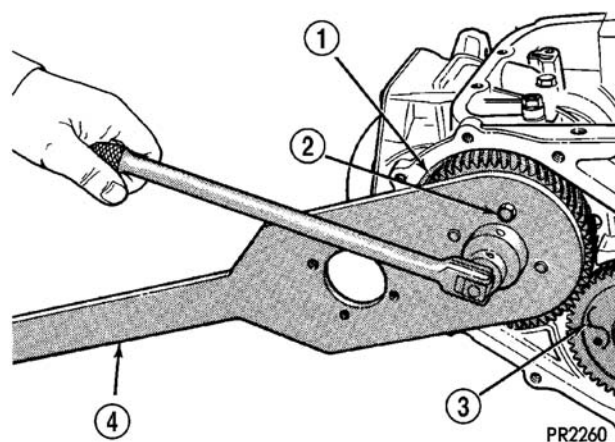
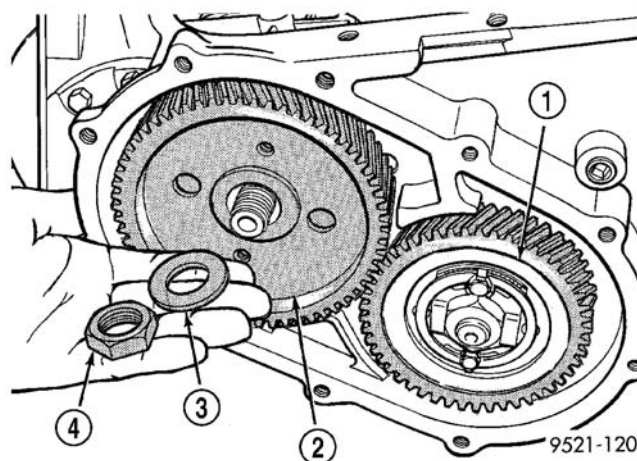

图 267 拆下动力传输轴齿轮固定螺母
图 268 动力传输轴齿轮螺母和垫圈
(3) 用一个适合的冲头, 将弯曲的固定带凸片展平以便拆卸螺栓。
(4) 拆下 U 形夹和固定带与动力传输轴齿轮连接螺栓。
(5) 拆下 U 形夹和固定带。
(6) 用工具 L-4434 (图 267), 拆下动力传输轴齿轮固定螺母和垫圈 (图 268)。